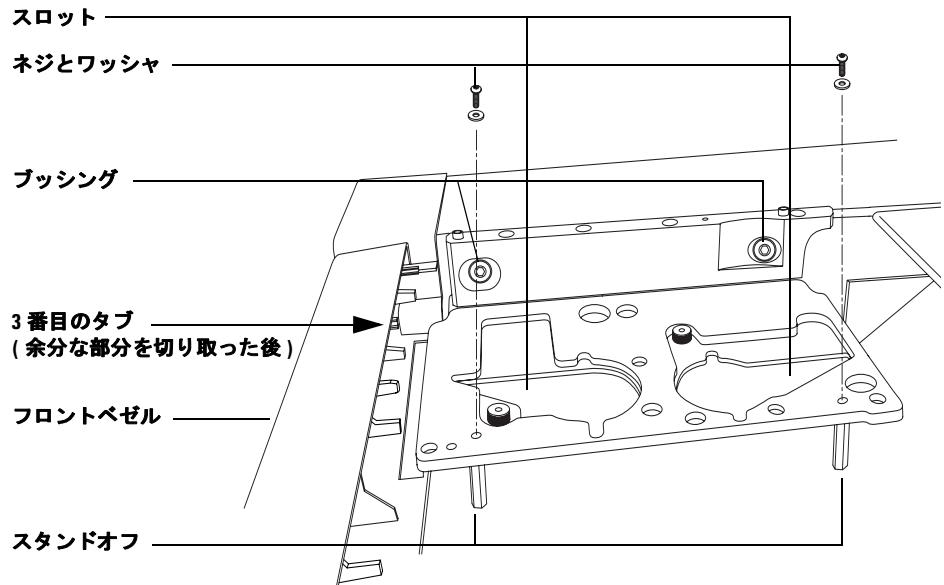

図5 インジェクタ ブラケットを取り付ける
- 1 オープンのドアの上にあるフロントベゼルの、後ろにあるプラスチックのタブを見つけています。左側から3番目のタブがベゼルの後ろの端ときちんと揃うように、タブの余分な部分を切り取ります(図5)。
- 3 2本のスタンドオフがない場合、それらをGCの上部に取り付けます(図5)。
- 4 スプリット/スプリットレス注入口がある場合、注入口ナットを取り付け、細いチューブをオープン上部に近づけるように折り曲げます。新しいインジェクタ ブラケットを調べます。注入口のチューブは、新しいブラケットの下を通し、マウンティング ブラケットに切り込まれた溝に沿って進入させる必要があります(図5を参照してください)。
- 5 側面ブッシングにおおいかぶせるように挿入し、スタンドオフに載せることにより、インジェクタ ブラケットを取り付けます(図5を参照してください)。
- 6** ブラケットを通ってスタンドオフに2本のネジとワッシャを取り付け、ブラケットを軽く固定します(図5を参照してください)。ネジは締めないでください。